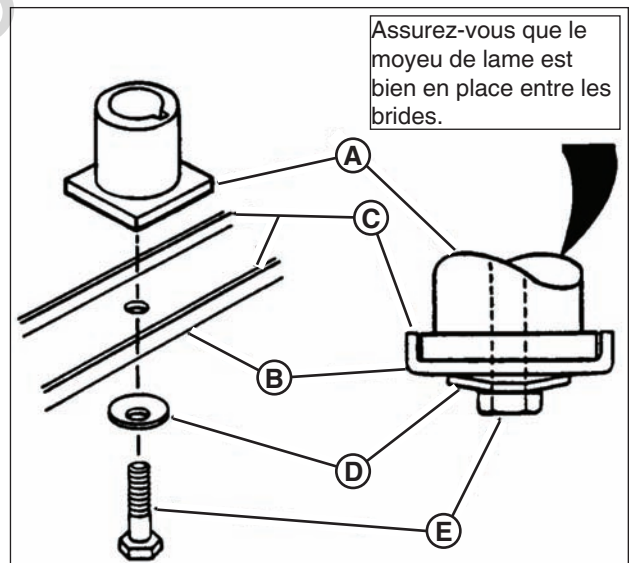

Figure 20: Déposer la lame de tondeuse
3. Enlevez la lame (**B, Figure 20**).
6. Posez à nouveau la lame (B, Figure 20). Prenez en note le bon ordre d'assemblage :
- (A) Moyeu de lame
- (B) Lame
- (C) Bride de lame (face en haut)
- (D) Rondelle conique (côté concave en haut)
- (E) Vis d'assemblage